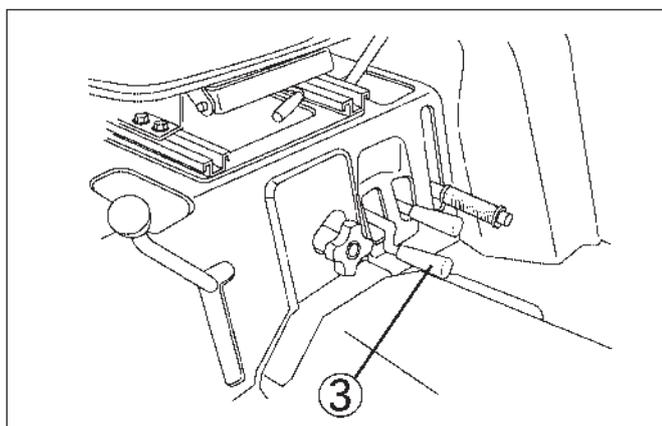

FIG. 5-26
**Pour sélectionner la prise de force centrale – Fig. 5-26:** Assurez-vous que l'interrupteur de prise de force est sur OFF et puis déplacez vers le haut le levier de sélection de prise de force centrale, 3, pour engager la prise de force.